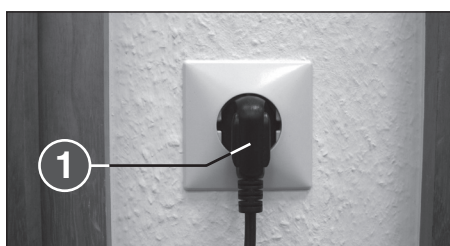

fig. 2
- Relier le cordon d'alimentation à la fiche d'alimentation électrique de la machine et branchez sur la prise secteur (1) (fig. 2) (voir les indications concernant le fusible auxiliaire requis pour la prise secteur dans les « CARACTERISTIQUES TECHNIQUES »).
- 1 = Fiche secteur (fig. 2)